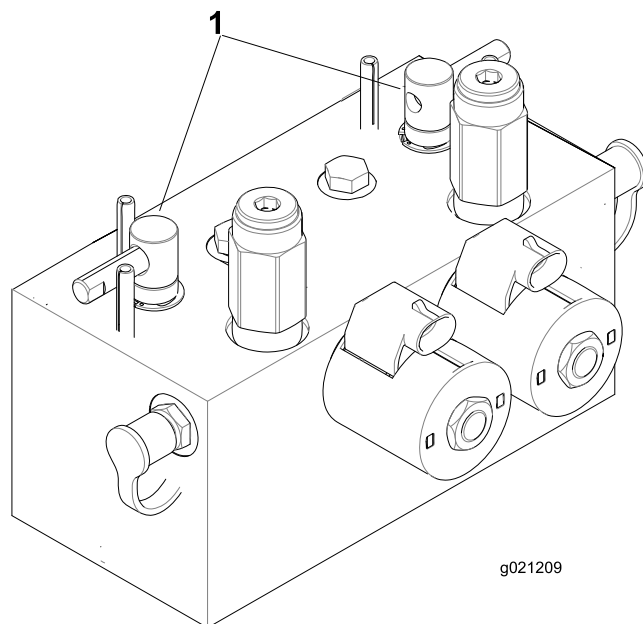

Bild 79
2. Entriegeln und klappen Sie den Sitz hoch, um die Läpphebel frei zu legen (Bild 79).
5. Wählen Sie entweder den vorderen, hinteren oder beide Läpphebel aus, um festzulegen, welche Geräte geläpft werden (Bild 79).